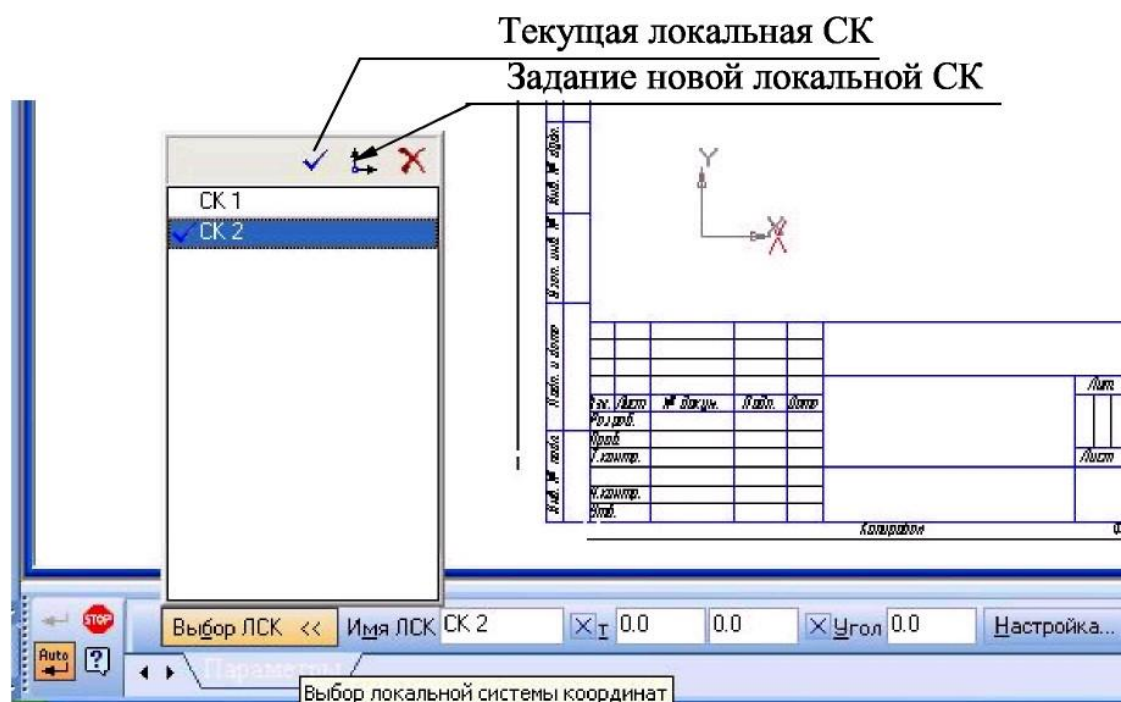

Рис. 3.1 - Содержание **Панели свойств** при создании локальной системы координат
- Щелкните графическим курсором в том месте чертежа, где вы хотите поместить центр создаваемой системы координат, либо, воспользовавшись **Панелью свойств** (рис. 3.1), в поле **t** введите координаты этого центра относительно глобальной системы координат.